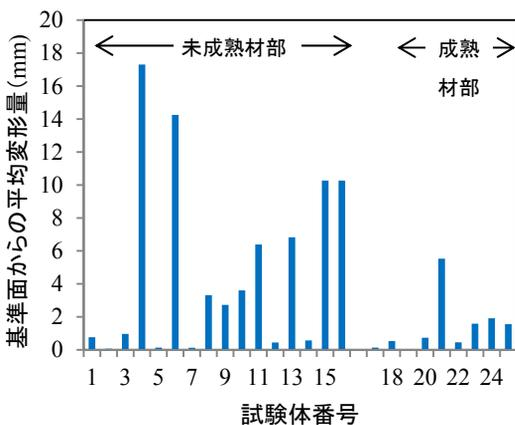

図3 LVLの変形量
細くなるまで原木を切削する場合、随に近い部分の単板は未成熟材部となるため、そりやねじれの問題が生じる可能性があります。①未成熟材部と考えられる随近くの単板と、②末口が22cm以上の原木の成熟材部と考えられる単板を用いて、7層のLVLを製造しました。製造したLVLを平坦な台（基準面）の上に置いて、そこからどれだけ変形しているか、LVL1枚について20カ所測定し、合計をしたものを図3に示しました。この結果から成熟材部の単板のみのLVLの方が変形量が小さくなりました。そこで、今回試作したフローリングは、剥き芯が10cm以上のところから切削した単板を用いて、LVLを製造し、フローリングに加工しました。それらを、今年6月24日から開催された旭川デザインウィークに約80㎡展示しました（写真2上）。フローリングに多少のそりやねじれが